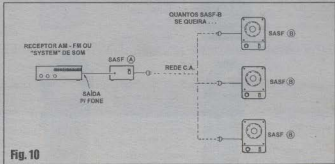

Fig. 10
- FIG. 10 - INSTALAÇÃO GERAL, CALIBRAÇÃO E USO. - Mais elementar e claro, impossível... O diagrama mostra a organização geral das instalações (qualquer que seja o número de receptores...), com a interligação virtual (para os sinais...) sendo feita pela própria rede C.A. local à qual todos os módulos estarão - inevitavelmente - ligados pelos respectivos *rabichos/tomadas*... Um simples cabinho paralelo (nem precisa ser blindado, já que a baixa impedância e o alto nível dos sinais não requerem proteções nesse sentido...) ou plugues P2 mono nas extremidades, se encarregará de levar o áudio da saída de fones do receptor ou *system* à entrada do transmissor da SASF... Para um ajuste/calibração inicial é conveniente colocar o volume do gerador de sinal num ponto médio, fazendo o mesmo com o potenciômetro presente na caixa do receptor da SASF... Atuando exclusivamente nos *trafinhos* de F.I. dos SASF-B, ajusta-se o parafusinho interno dos seus núcleos de modo a obter uma boa recepção... Se o som chegar distorcido, basta reduzir experimentalmente o volume no gerador do áudio (*receiver, system*...).